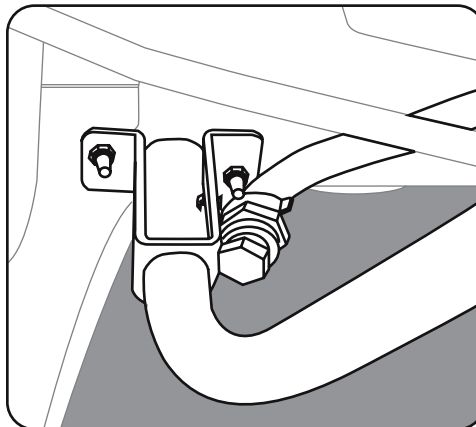

Figure 3-4
4. Installez l'attache dans le trou de montage du support avant droit (Réf. 6A). Voir Figure 3-4.